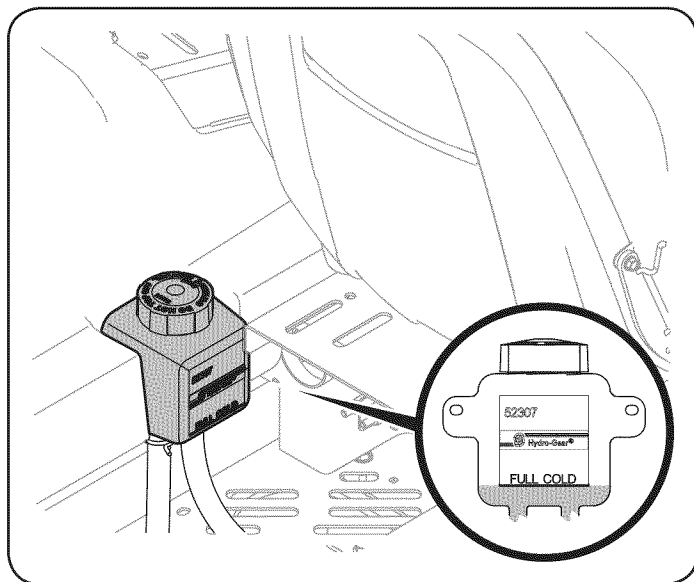

Figura 27
1. Gire el asiento del operador hacia adelante y limpie la tapa del depósito y el área que la rodea para evitar que el aceite de transmisión se contamine con residuos. Vea la Figura 27.
2. Gire la tapa del depósito en sentido contrario al de las agujas del reloj para retirarla, luego controle el nivel de aceite del depósito. El aceite debe ser visible en la base de la cubeta, pero el nivel del mismo NO debe estar por encima de la línea de "LLENO FRÍO". Vea la Figura 27. NO LLENE EL DEPÓSITO EN EXCESO.